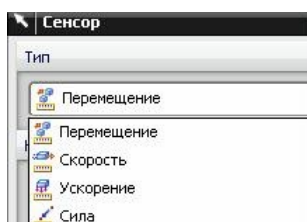

рис.60
- В поле *Тип* нужно уточнить – что именно мы хотим измерить с помощью данного сенсора (рис.60). В нашем случае это будет *Перемещение* (угла).